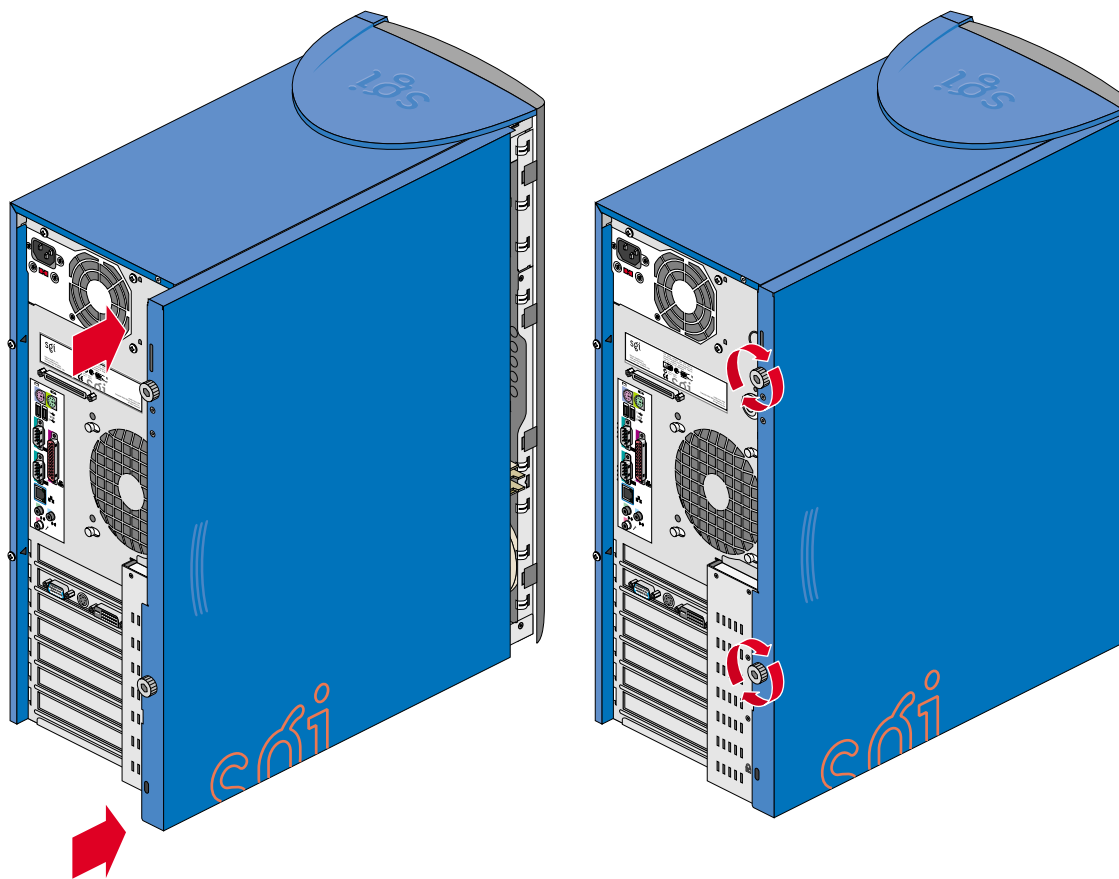

Figura 2-32 Colocación del panel lateral
- Deslice el panel hacia la parte frontal del chasis hasta que encaje en su lugar. Este proceso se muestra en la Figura 2-32.